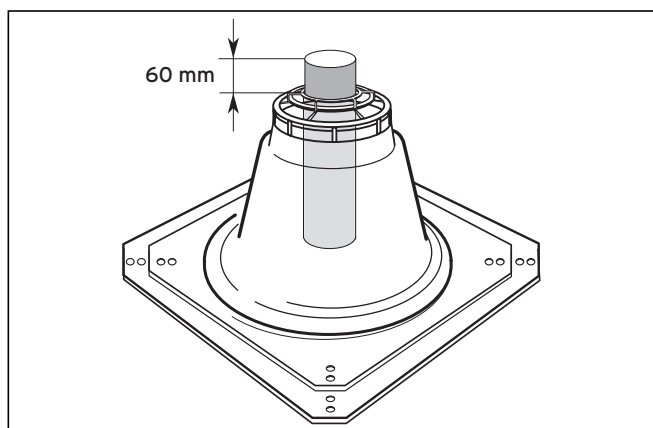

Fig. 6.15 Lungimea conductei superioare pentru gaze arse
- Kontrol: Piesa de supraînălțare cămin trebuie să iasă peste picior cu 60 mm (vezi Fig. 6.15).